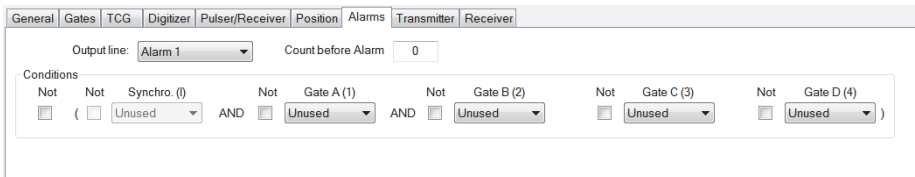

Рис. 4-54 Вкладка Сигнализация
2. Щелкните вкладку **Сигн.** диалогового окна **Настройки УЗ**; настройте сигнализации, которые активируют запись А-скана; можно конфигурировать четыре разных сигнализации, каждая из которых имеет одно и то же действие. См. Рис. 4-54 на стр. 154.